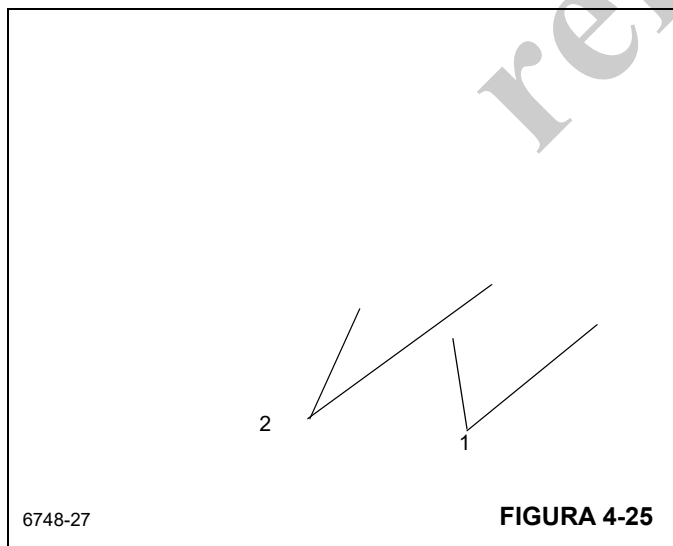

FIGURA 4-25
11. Siga tirando del conjunto de la sección central interior hasta que se logre acceso a la parte trasera de la sección central exterior para desconectar los cuatro cables de retracción (1), (Figura 4-25).
12. Retire los pasadores hendidos y pasadores (2), (Figura 4-25) que fijan los cuatro cables de retracción a la parte trasera de la sección central exterior.